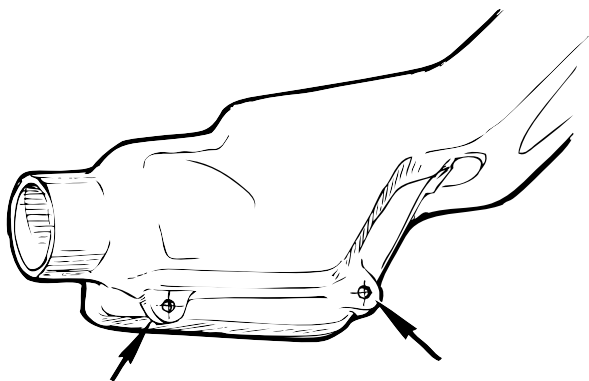

Рис. 2
5. Наметить места прилегания приливов (рис. 2) к фланцу крыла. Снять шноркель и разметить центры крепежных отверстий во фланце крыла.